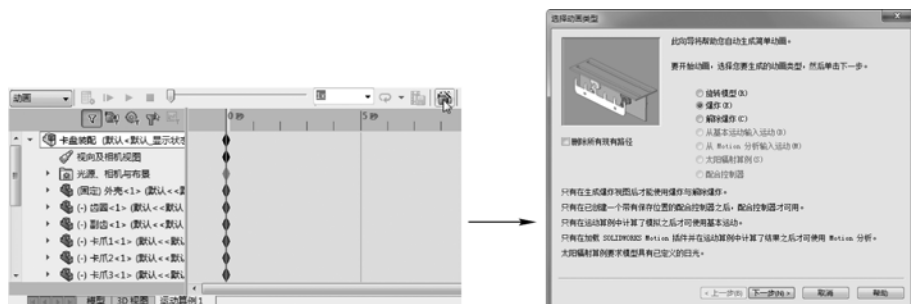

图 5-11 创建爆炸动画
STEP 2 完成爆炸视图的创建后, 单击底部“运动算例”标签切换到运动算例操作空间, 在“运动算例”操控面板中单击“动画向导”按钮, 然后顺次创建两段长度都为 13s 的爆炸动画和装配动画, 如图 5-11 所示。